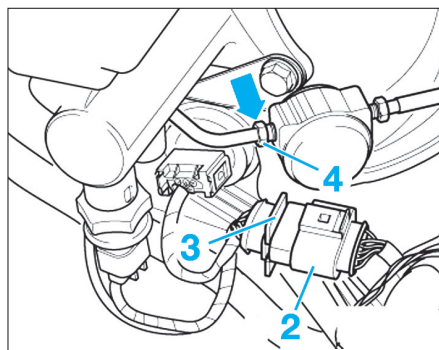

Fig. 31
- Retirer le connecteur (2) de la fixation (3) (Fig.31).